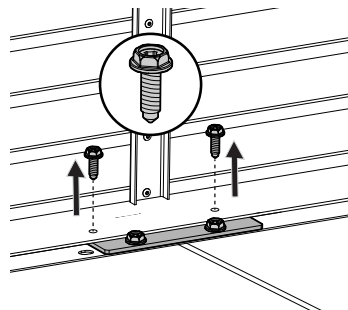

Fig. 22
- c. Installez la garniture supérieure en fixant quatre vis 4H le long de la base de la garniture avec une clé à douille de  $\frac{5}{16}$  po (Fig. 22).